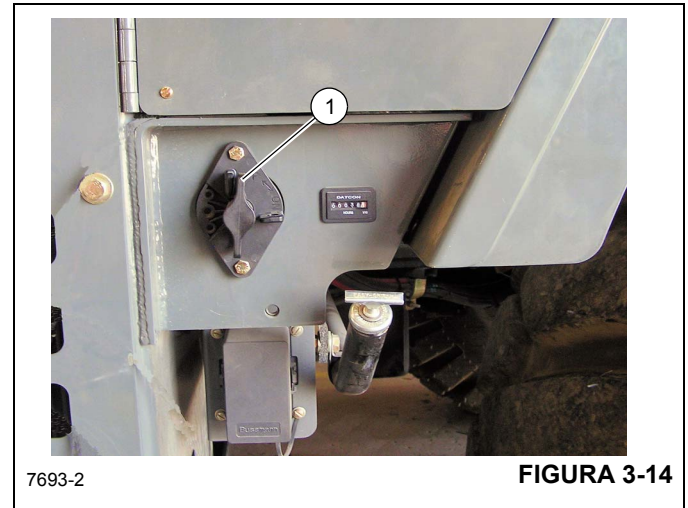

FIGURA 3-14
Compruebe que la manija del interruptor de las baterías (1) (Figura 3-14) esté en la posición de encendido (la manija se ilustra en la posición de apagado).